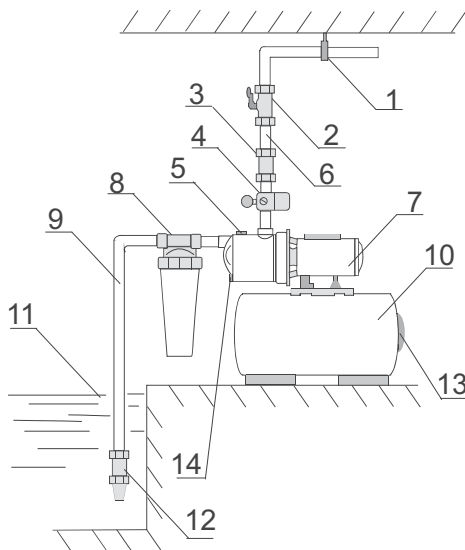

рис.1
8.1.5. Всасывающая труба должна иметь на конце обратный клапан с сеточкой (рис.1 поз.12) при всасывании из колодца, а также, если возможно попадание мелких механических частиц, магистральный фильтр перед насосной станцией (рис.1 поз.8).
8.1.7. На выходной трубе из насоса рекомендуется установить обратный клапан (рис.1 поз.3) для предотвращения гидроударов в моменты включения/выключения насоса и кран (рис.1 поз.2), настройка которого описана в пункте 12.б. Для Silverjet предусмотреть возможность залива воды в насос, так как отсутствует заливное отверстие.
а) Откройте заливное отверстие, отвинтив гайку (рис.1 поз.5).
в) Плотно завинтите заливное отверстие (рис.1 поз.5) для предотвращения подсоса воздуха.
б) При работе насосной станции кран (рис.1 поз.2) должен быть открытым. Он является простым устройством настройки нормального режима работы насосной станции. При полностью открытых кранах всех точек разбора гидравлической системы и работающем насосе давление воды в системе (которое показывает манометр) не должно опускаться ниже минимально допустимого (указанного на корпусе насоса). Для этого кран (рис.1 поз.2) нужно прикрывать до тех пор, пока давление воды в системе (которое показывает манометр) не достигнет значения минимально допустимого, указанного на корпусе насоса. Возможен случай, когда это требование может быть выполнено при полностью открытом кране. Потом желательно предотвратить возможность случайного открывания/закрывания крана (рис.1 поз.2).
б) Если насосная станция долгое время не будет работать, необходимо слить воду через сливное отверстие (рис.1. поз.14). Используя заливное и сливное отверстие промойте насос чистой водой. Убедитесь что в насосе не осталось воды. Эта операция должна проводиться всегда, если есть угроза замерзания воды. При замерзании воды в насосе он разрушается и восстановлению не подлежит.
- снять пластиковую крышку на гидроаккумулирующем баке (рис.1 поз.13);